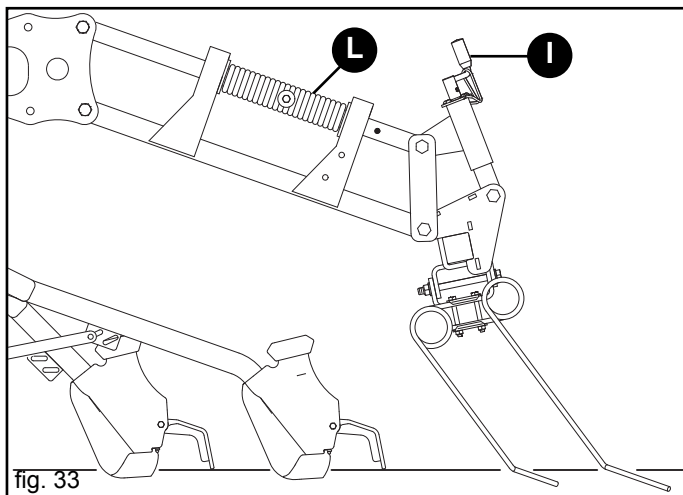

fig. 33
Die normale Arbeitsposition der Egge wird auf Abb. 33 illustriert. In dieser Position ist der Verschleiß der kurzen und langen Zähne gleichförmig. Durch Einwirken auf die Einstellkurbel (I) kann die Neigung der Egge verändert werden.
Der Arbeitsdruck der Federzähne der Saatgutabdeckegge kann durch Drehung der Feder (L) auf dem oberen Parallelarm verändert werden (Abb. 33).